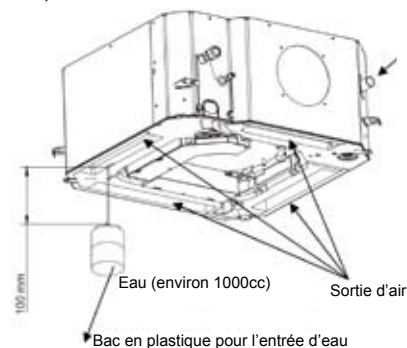

Fig 17
- Pour préparer les travaux consultez la Fig 17.
- Introduire lentement environ 1 000 cc d'eau dans le bac d'évacuation.(Fig 17)